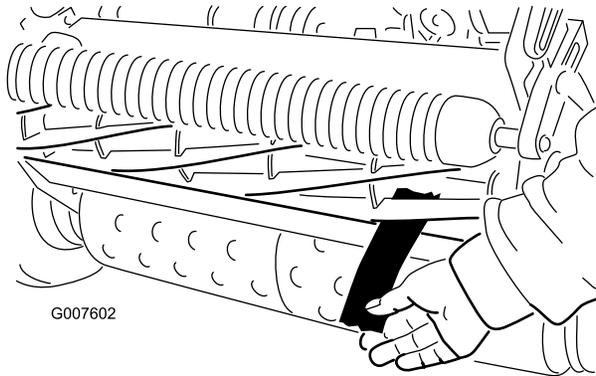

Figura 40
4. Numa das extremidades da parte frontal do cilindro, introduza uma longa tira de jornal entre o cilindro e a lâmina de corte (Figura 40). Enquanto roda ligeiramente o cilindro para a frente, rode o parafuso
6. Depois de ajustar, verifique se o cilindro aperta o papel quando este for inserido pela frente e se corta o papel quando este for inserido num ângulo recto, relativamente à lâmina de corte (Figura 40). Deve ser possível cortar o papel ao mínimo contacto com a lâmina de corte e as lâminas do cilindro. Caso seja evidente um puxar excessivo do cilindro (mais de 0,79 Nm), retroceda ou amole a unidade de corte para alcançar as extremidades afiadas necessárias para um corte de precisão; consulte o manual de rectificação de cilindros &ToroShort.